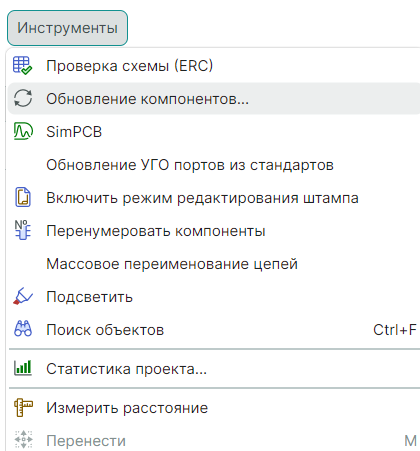

Рис. 287 Синхронизация через запуск обновления компонентов
2. Запустите обновление компонентов, меню «Инструменты» → «Обновление компонентов...», см. Рис. 287.